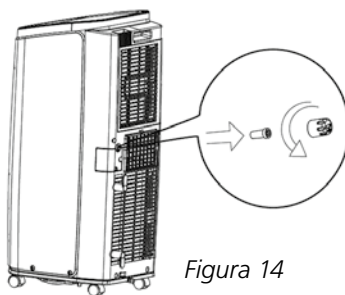

Figura 14
- 1 Smontare il tappo dell'acqua di condensa sul retro dell'unità ruotandolo in senso antiorario e smontare il coperchio di gomma dallo scarico (vedere la figura 14).